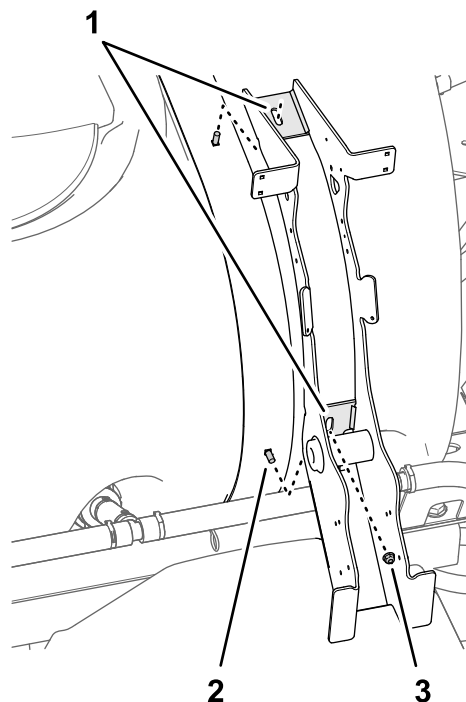

図 13
2. 図 13のように、エダクタマウントのスロットを、タンク後部の固定ベルトの下側の2本のキャリッジボルトに合わせる。
3. 下側キャリッジボルトにフランジロックナット5/16 インチを仮止めする 図 13。